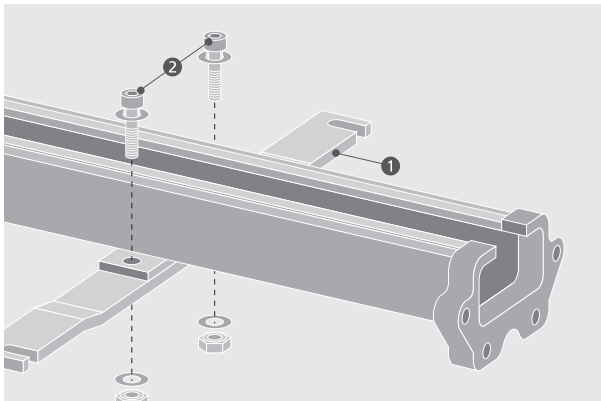

Abbildung 5.6.1
- Sofern noch nicht vorhanden: Querstreben (1) montieren. Dafür Lochbilder zur Deckung bringen, Zylinderschrauben (2) einstecken und selbstsichernde Muttern festdrehen. Unterlegscheiben verwenden. Anzugsdrehmoment 21 Nm. (Abb. 5.6.1)